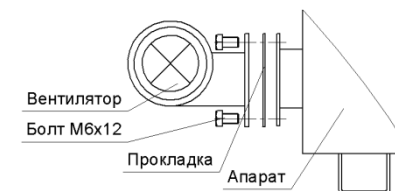

Рис.4 Монтаж вентилятора
- вентилятор, за допомогою чотирьох шайб і болтів, прикріпити до фланця, який знаходиться на задній стінці корпуса див. рис.4